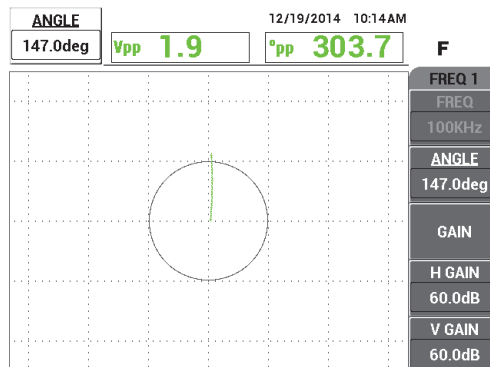

図 5-34 垂直に配置されたノッチの信号
4. 位相キーを押し (◁ θ), ホールの信号が垂直になるように信号を回転させます (152 ページの図 5-34 参照)。